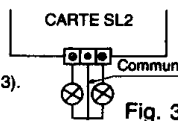

Fig. 3
- Le bornier de cette carte comporte trois pôles, le central sera raccordé au commun (fil bleu) des deux lampes, les deux autres pôles seront raccordés à l'autre fil des lampes (Fig. 3).